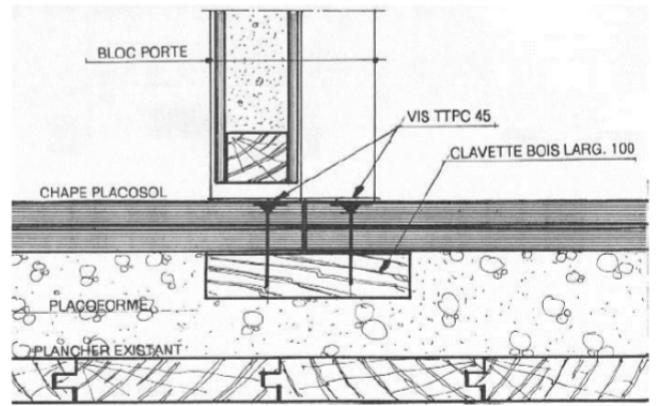

Figure 4
- On peut aussi poser le PLACOSOL® successivement dans les deux locaux ; dans ce cas, la continuité du support est obtenue en solidarissant les deux chapes sèches par une clavette en bois, largeur 10 cm (figure 4).